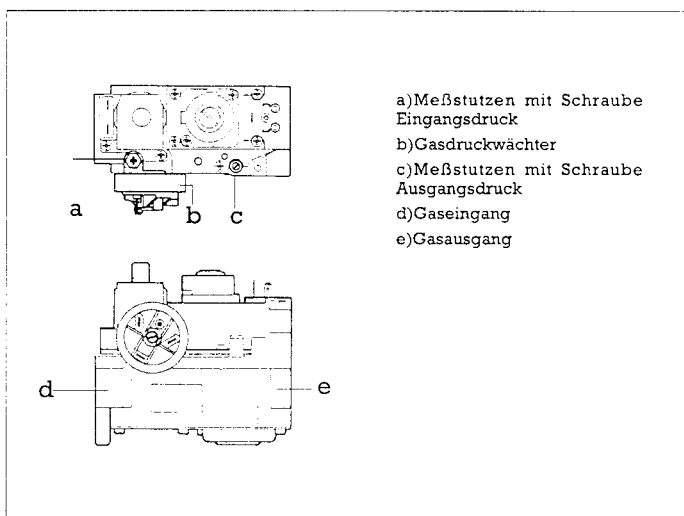

Abb. 7 Gasdruckregler VR 8645 VA 1027
- Schraube im Meßstutzen (Abb.7, Pos. a) lösen.
- U-Rohrmanometer abziehen und Schraube (Abb.7, Pos. a) anziehen.